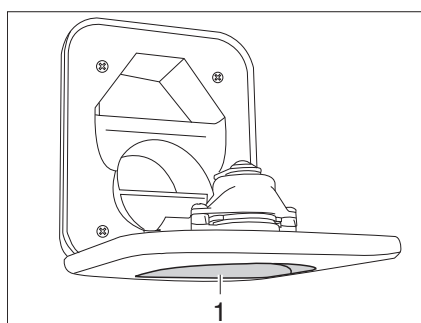

Fig. 239 Tubo de llenado de agua potable para el inodoro
- Abrir el tubo de llenado de agua potable para el inodoro (Fig. 239,1) encima de la trampilla para el depósito de aguas fecales y girarlo hacia abajo.